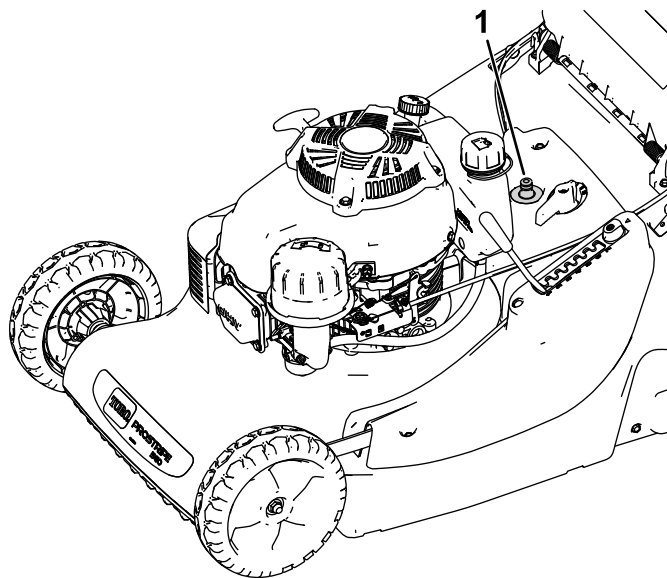

図 21
7. 洗浄ポートにホースを接続し、ホースを水道栓につなぐ **図 21**。